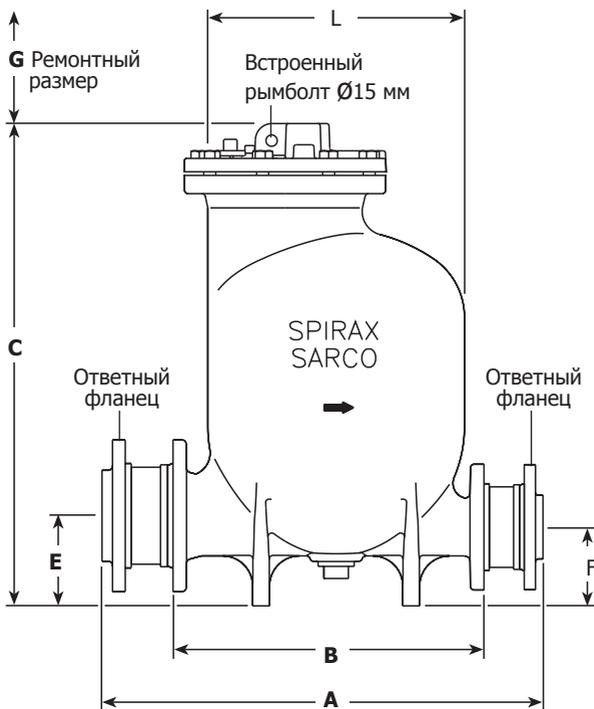
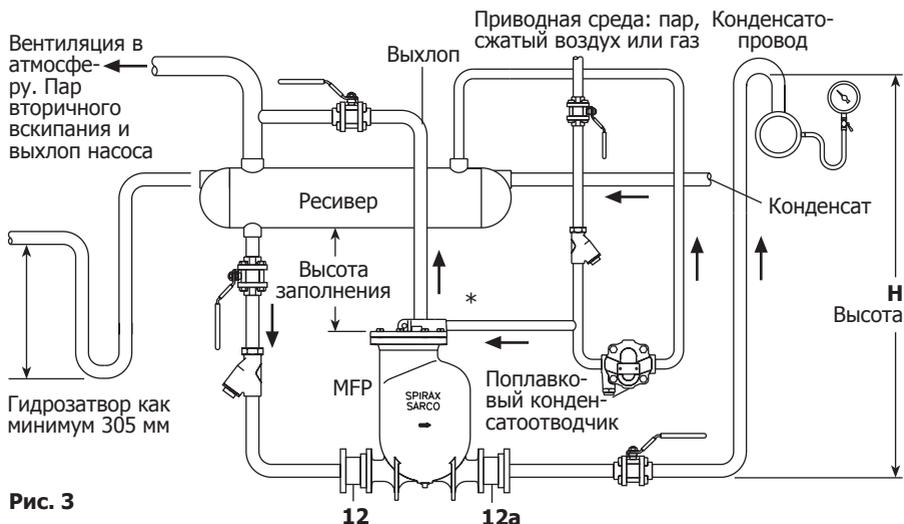
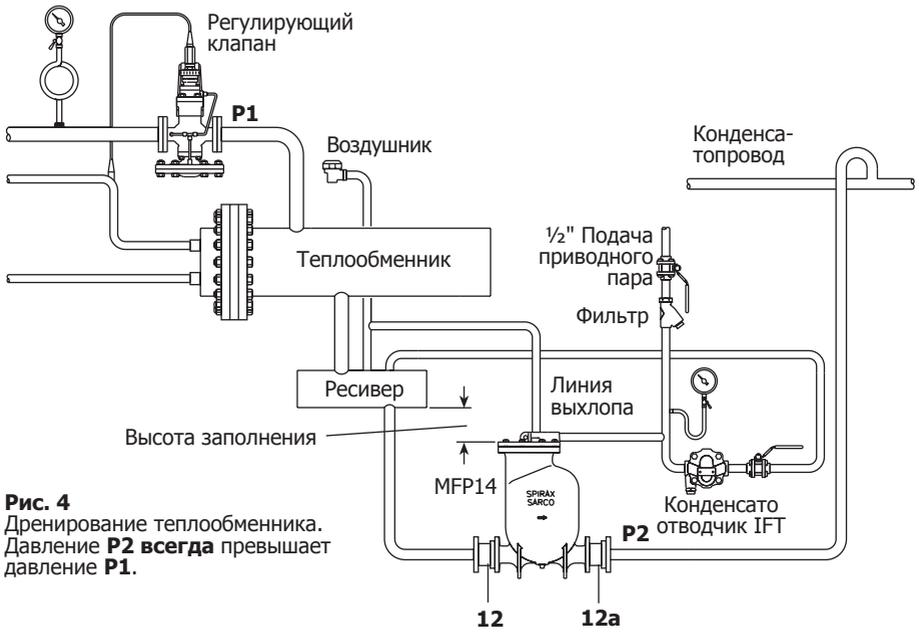

Рис. 2 Показан насос DN80 x 50
Рис. 3
Рис. 4
1. Установите насос под осушаемым оборудованием, направив соединение выхлопа вверх. Насос должен быть установлен с рекомендуемой высотой заполнения (вертикальное расстояние между верхом крышки насоса и дном ресивера), как показано на рис. 3. Для возможности использования другой высоты заполнения необходимо сверится с графиком производительности насоса, так как при снижении высоты заполнения, производительность насоса уменьшается.
2. Чтобы предотвратить затопление оборудования во время рабочего цикла насоса, горизонтально и выше насоса должен быть установлен ресивер (рис. 3) или организован участок конденсатопровода определенной длины. Для точного определения минимальных габаритов ресивера или длины конденсатопровода используйте таблицы 1 и 2. Вся арматура на линии подачи конденсата должна быть полностью открыта.
3. Установите обратные клапаны (12) и (12а), которые должны быть заказаны отдельно, так, чтобы поток конденсата шёл в нужном направлении. Для достижения наилучшей работы насоса горизонтальные участки трубопроводов до входного и после выходного обратных клапанов должны быть как можно более короткими. Присоедините выпуск насоса к конденсатопроводу. Затяните болты входного и выходного фланцев усилием 76 - 84 Нм.
4. Присоедините трубу подачи приводной среды (пар, сжатый воздух или газ) к соответствующему порту в крышке (рис. 2). На линии подачи приводной среды должен быть установлен фильтр-ловушка и конденсатоотводчик. Выпуск конденсатоотводчика должен быть соединён с ресивером или, в случае невозможности, заведён в дренаж.
1. Установите насос под осушаемым оборудованием, направьте выхлоп насоса вверх. Насос должен быть установлен с рекомендуемой высотой заполнения (вертикальное расстояние между верхом крышки насоса и дном ресивера), как показано на рис. 4. Для возможности использования другой высоты заполнения необходимо сверится с графиком производительности насоса, так как при снижении высоты заполнения, производительность насоса уменьшается.
2. Чтобы предотвратить затопление оборудования во время рабочего цикла насоса, горизонтально и выше насоса должен быть установлен ресивер (см. Рис. 4) или организован участок конденсатопровода определённой длины. Для точного определения минимальных габаритов ресивера или длины конденсатопровода используйте таблицы 1 и 2. Вся арматура на линии подачи конденсата должна быть полностью открыта.
4. Присоедините трубу подачи приводной среды (пар, сжатый воздух или газ) к соответствующему порту в крышке (см. рис. 2 стр. 9). Выпуск конденсатоотводчика должен быть соединён с ресивером или, в случае невозможности, заведён в дренаж.